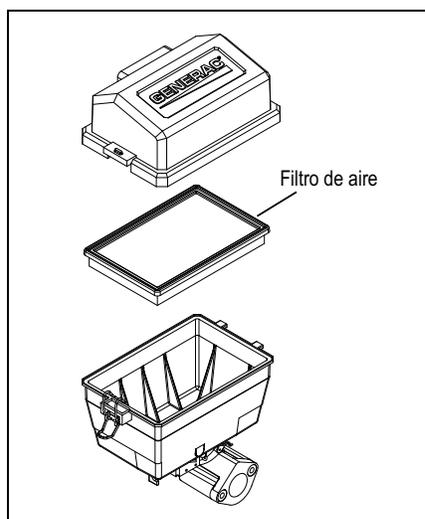

Figura 4-4: Ubicación del filtro de aire
2. Desenganche la pinza de alambre y retire la cubierta de acceso del depurador de aire. Vea la Figura 4-4.